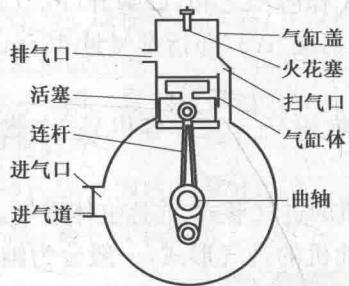

图 1-1 二冲程汽油机示意图
- (1) 二冲程汽油机。活塞经过两个行程完成一个工作循环的汽油机，如图 1-1 所示。